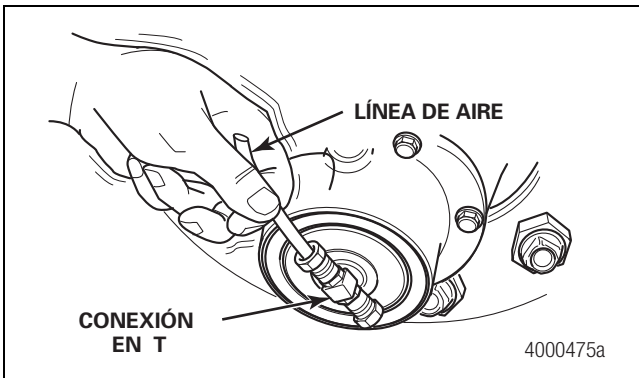

Figura 3.4
5. Inspeccione todas las conexiones de manguera macho de los conjuntos de conexión en T; para ello empuje una pequeña parte de la línea de aire del sistema de inflado de neumáticos hacia la conexión en T. Debe haber circulación de aire desde la conexión de manguera macho. Figura 3.4.